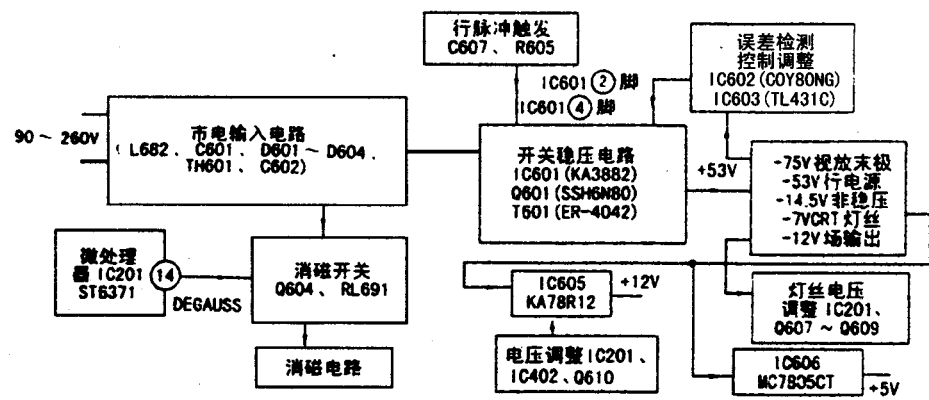

图 2 KA3882 在三星 CK-500 多频彩显电源电路方框图
(1) KA3882 在三星 CK-500 多频彩显电源电路方框图（见图 2）